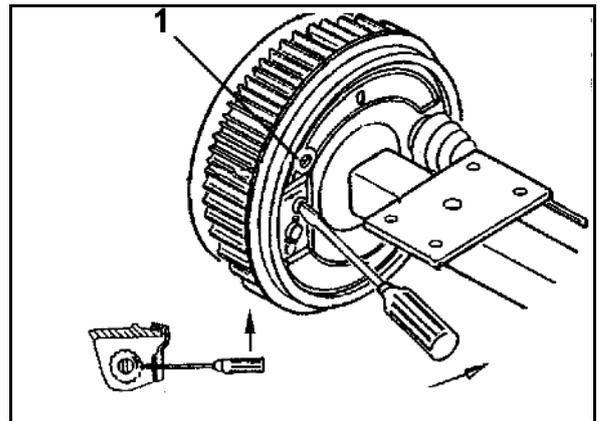

Fig. 82
1. Comprimer la pièce d'obturation (Fig. 82/1) au niveau des deux pattes.
4. Comprimer la pièce d'obturation (Fig. 82/1) au niveau des deux pattes.